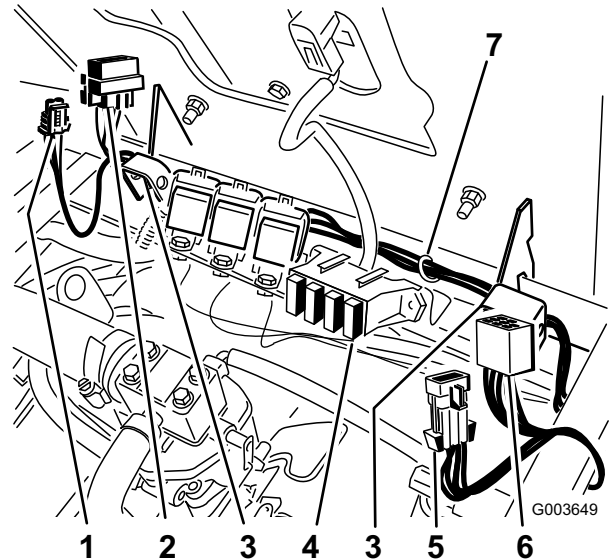

Figure 32
3. Acheminez le faisceau de câblage le long de la charnière du siège à partir de l'interrupteur et jusqu'au relais monté précédemment sur la valve (Figure 32).
Insérez le fusible dans la fente droite de la boîte à fusibles (Figure 32).